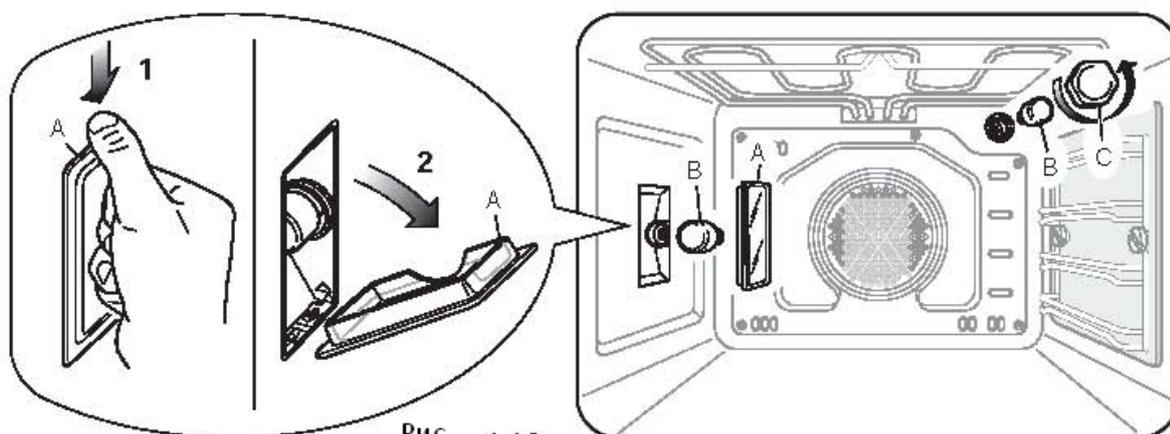

Рис. 4.16
- Снимите защитное покрытие **С** (Рис. 4.16);
- Нажмите сверху вниз защитное покрытие **А** (Рис. 4.16) и снимите ее. **ВАЖНО:** Никогда не используйте отвертку или другую утварь для снятия защитного покрытия **А**. Можно повредить эмаль или патрон. Снимайте защитное покрытие только руками.